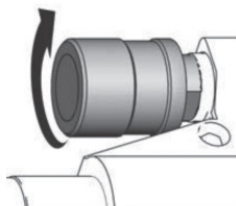

Figura 8 – Regulando a pressão
1. Coloque o controle da pressão (3) no valor mais baixo (figura 8);